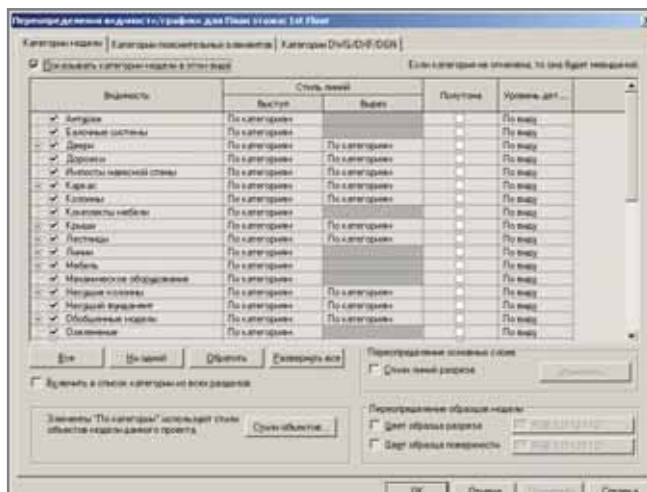

Рис. 4. Диалог Переопределение видимости/графики (Visibility/Graphic) для первого этажа
3. В разделе *Графика* (Instance Parameters) найдите параметр *Видимость* (Visibility) и щелкните по кнопке *Изменить* (Edit) рядом с этим параметром. Появится диалог *Переопределение видимости/графики* (Visibility/Graphic) с активной закладкой *Категории модели* (Model Categories) (рис. 4).